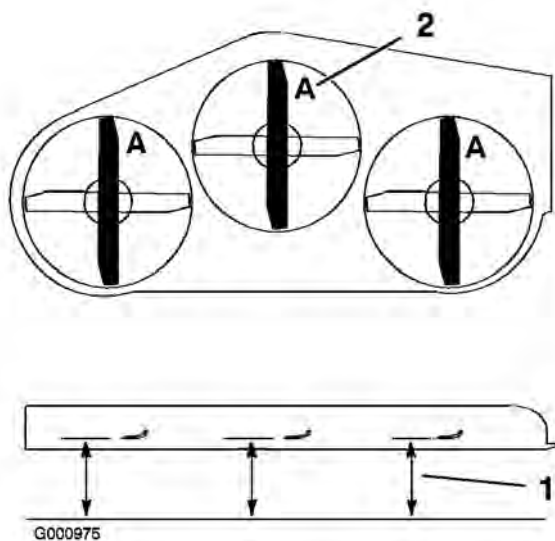

Figure 79
3. Placez la machine sur une surface plane, tournez une lame dans le sens longitudinal. Mesurez au point **A** et entre la surface plane et le bord coupant des pointes des lames (Figure 79)